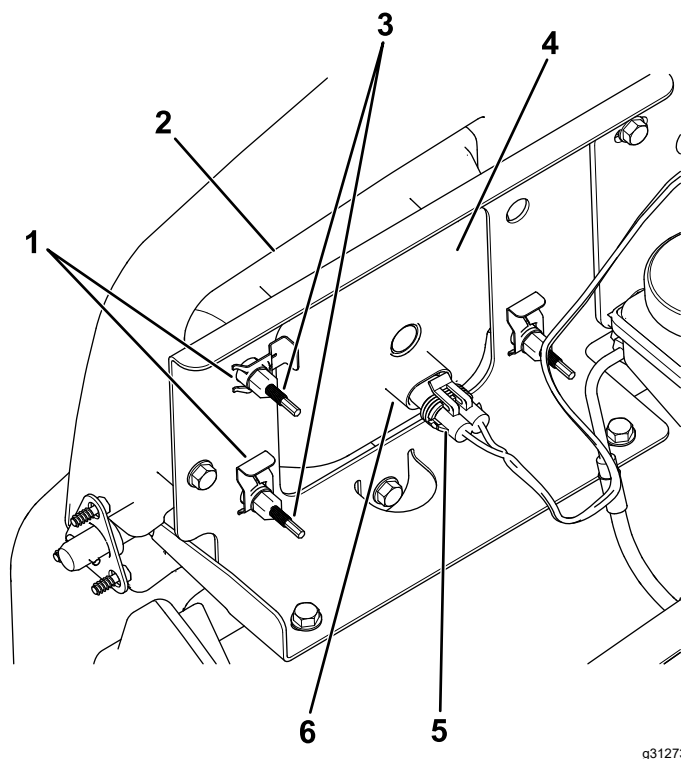

Figura 48
3. Desconecte el conector eléctrico del arnés de cables del conector del conjunto de la lámpara (Figura 48).
4. Retire los conectores rápidos que sujetan el faro al soporte del faro (Figura 48).
5. Retire el faro desplazándolo hacia adelante y pasándolo por el hueco del parachoques delantero (Figura 48).
6. Introduzca el faro nuevo a través del hueco del parachoques (Figura 48).
7. Sujete el conjunto del faro con los conectores rápidos que se retiraron en el paso (4).
8. Conecte el conector eléctrico del arnés de cables al conector del conjunto de la lámpara (Figura 48).
5. En la parte trasera del faro, gire los tornillos de ajuste (Figura 48) para pivotar el conjunto y ajustar de la posición del haz de luz.